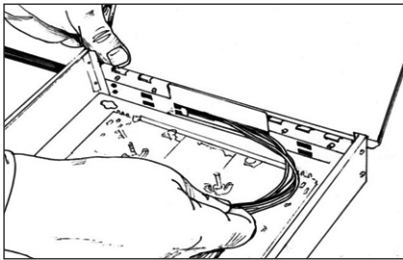

Рисунок 6
- 10** Ввести конец кабеля через вводное окно боковой стенки корпуса кросса (рисунок 6). Закрепить кабель по наружной оболочке при помощи хомута металличе-